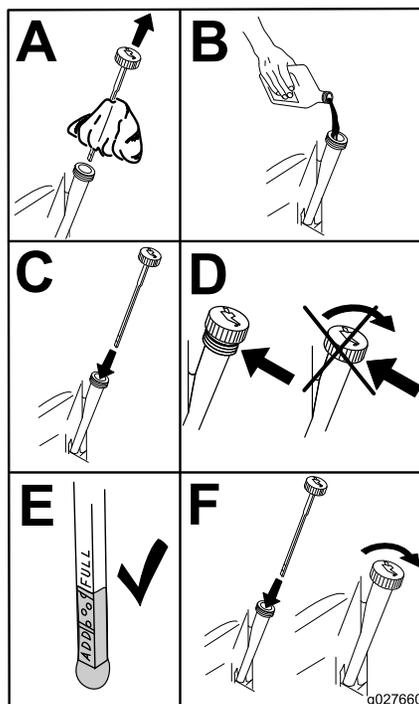

図 45
5. 所定量の 80% 程度のオイルをゆっくり入れ、そこから、残りの量を注意深く足してFULLマークまで入れる 図 45。